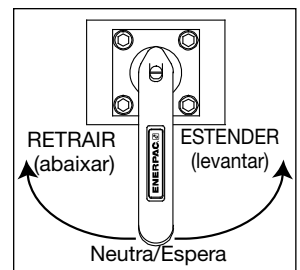

Figura 3, válvula de controle
5.1 Válvula de Controle (Veja a Figura 3)